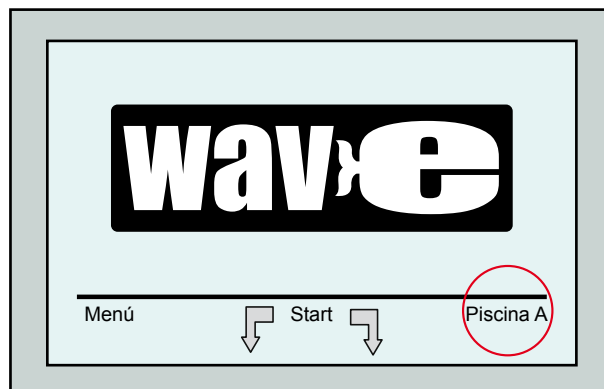

Figura 8: Pantalla *Wave* exhibiendo Piscina A como configuración predeterminada
1. Diríjase a la pantalla *Wave*. "Piscina A" aparece como el ajuste presentemente definido, tal como ilustrado en la Figura 8.
1. Para abrir la pantalla *Perfil de Piscina*, oprima la configuración de piscina corrientemente expuesta en el lado derecho de la pantalla *Wave* (vea la Figura 8).